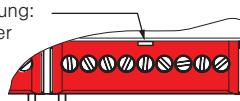

Abb. 2 Lösen der Klemmenabdeckungen
- Montieren Sie das Gerät beim Verteilereinbau auf einer symmetrischen Hutschiene (TH 35-15) durch Aufclipsen. Zur Erleichterung der Anschlussarbeiten können die Klemmenabdeckungen gelöst werden (siehe Abb. 2).